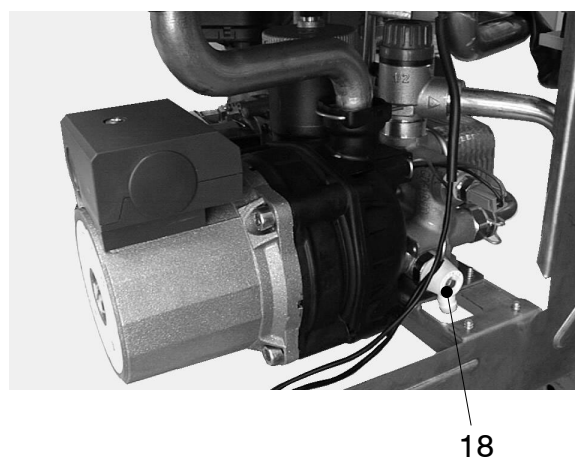

Fig. 8-4
- 2 Open the central heating drain cock (18 in Fig. 8-4).
- 2 Откройте сливной кран системы отопления (18 на рис. 8.4)